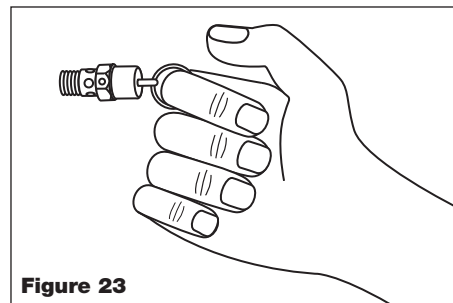

Figure 23
2. Porter des lunettes de sécurité, tirer l'anneau sur la soupape de sûreté pour dégager la pression du réservoir du compresseur. Il faut se protéger de l'air se déplaçant rapidement et pouvant être dégagé, ne pas permettre à l'air se déplaçant rapidement d'être dirigé vers le visage (voir la figure 23).